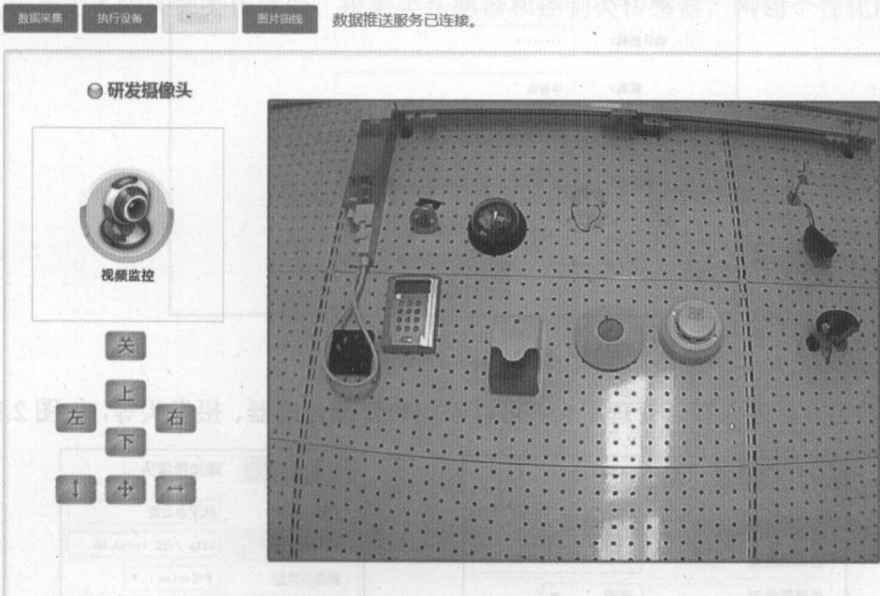

图 2.99 视频监控
(3) 视频监控：视频监控选项卡，左边栏显示摄像头图片、名称、在线状态（在线则传感器名称的指示图标变蓝色，不在线为灰色）、控制按钮，右边栏显示摄像头采集的图像画面，单击对应的按钮，可远程对摄像头进行开关及云台转动操作，如图 2.99 所示。